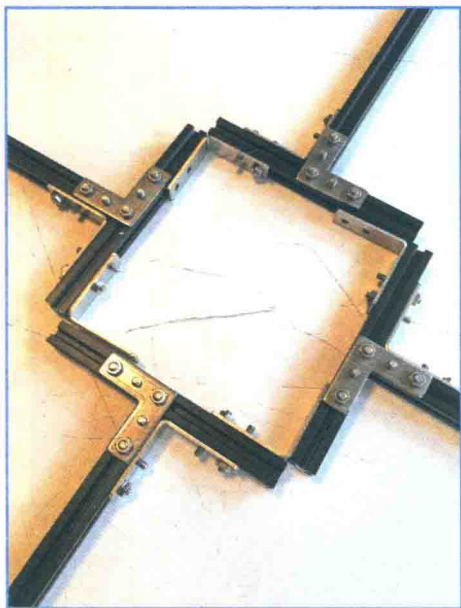

图 4.13 将四个部件连接起来，可以看到机身具备雏形
2. 制作完全部四个部件之后，用平常的五金件将它们连接到一起，如图 4.13 所示。